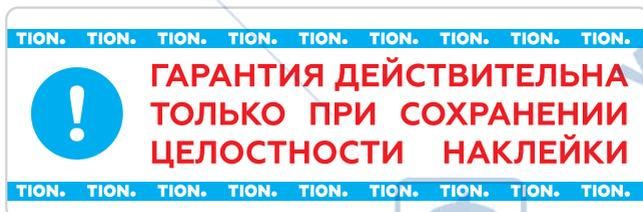

Рисунок 1.9 – Гарантийная наклейка
1.1.5.5 Средства пломбирования применяются для предотвращения несанкционированного доступа к узлам оборудования, в т. ч. предотвращения изменения настроек. Средства пломбирования выполняются в виде пленочных пломб (гарантийных наклеек) по ГОСТ 31282 (рисунок 1.9)